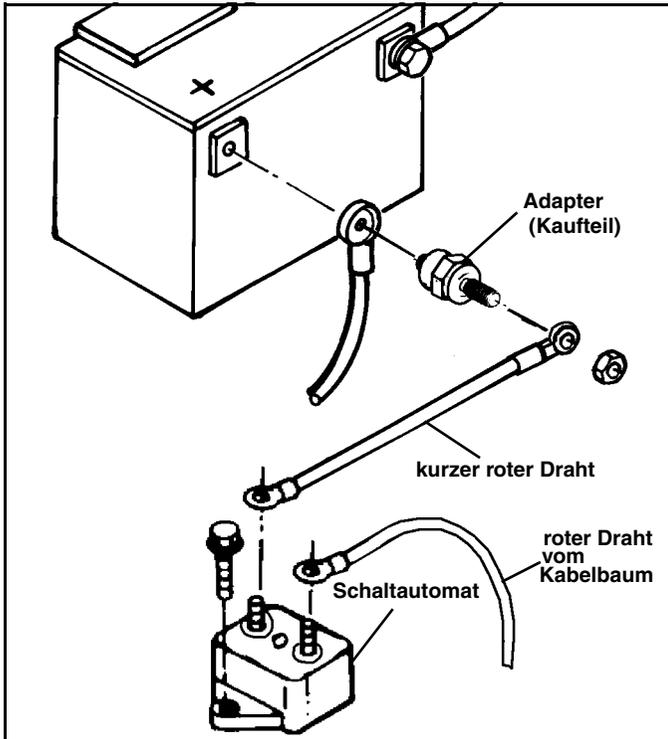

Abb. 2-5
*HINWEIS: Wenn das Fahrzeug eine Batterie mit "Seitenpolen" besitzt, ist es notwendig, Adapter (#96100773) zu installieren, um Verbindungen an der Fahrzeugbatterie herzustellen. (Siehe Abb. 2-5)*